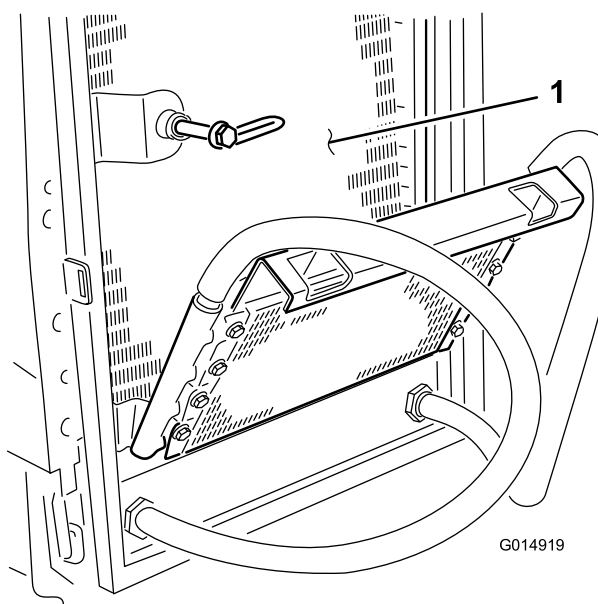

図 43
8. オイルクーラの両面を丁寧に清掃する。ラジエターとオイルクーラが十分にきれいになったら、機体の他の部分にたまっているゴミを、圧縮空気で除去する 図 43。